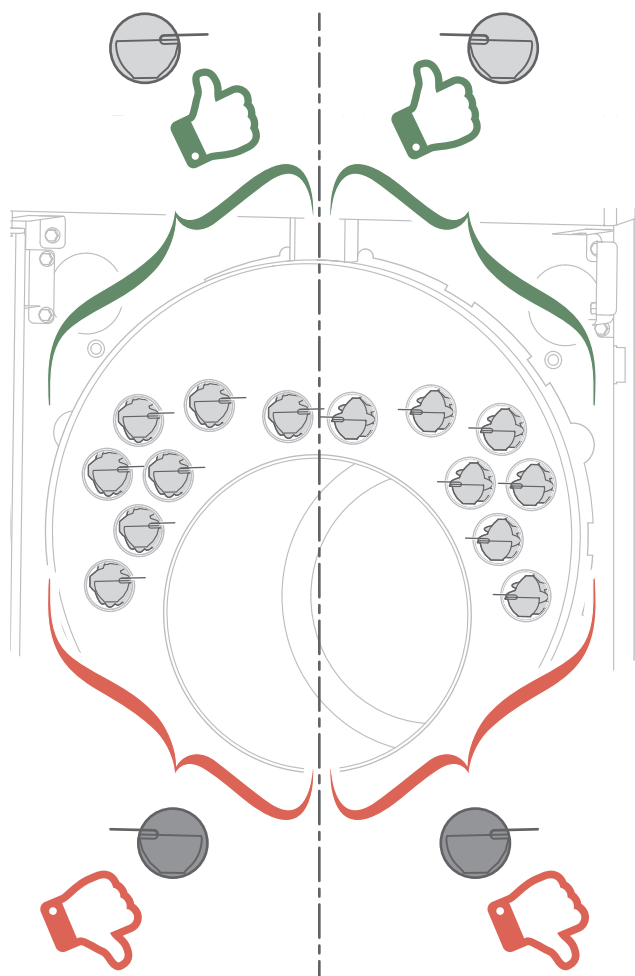

fig. 68 - Orientation des turbulateurs
- Remettre en place les turbulateurs propres (*fig. 68*).